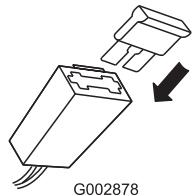

Figura 42
- Cambie el fusible del portafusibles (Figura 42).